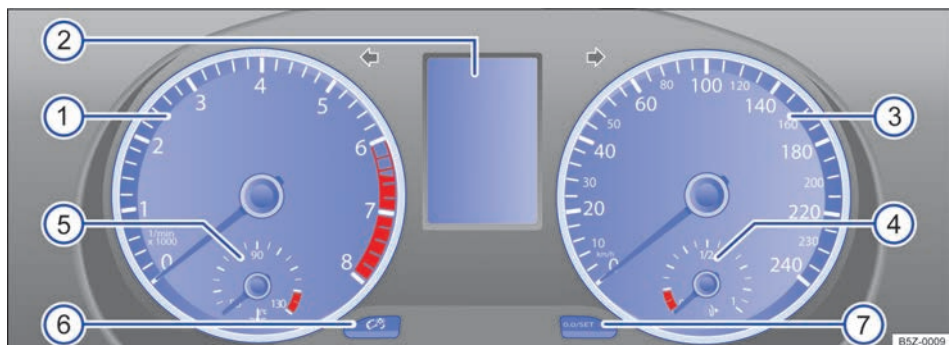

Fig. 11 Instrumento combinado no painel de instrumentos.
Significado dos instrumentos → Fig. 11:
- ② **Indicadores do display** → Página 20.
- ③ **Velocímetro** (medidor de velocidade).
- ④ **Indicador do nível de combustível** → Página 24.
- ⑤ **Indicador de temperatura do líquido de arrefecimento do motor**  → Página 25.
- ⑥ **Botão para regulagem da iluminação do painel de instrumentos**  → Página 81.
- ⑦ **Botão de ajuste do relógio** ou para trocar entre o **indicador da temperatura externa** e o relógio .
- Com a ignição ligada, para ajustar o relógio, se necessário, alterar para o indicador do relógio, pressionar a chave → Fig. 17 ② para cima ou para baixo ou pressionar o botão de ajuste → Fig. 11 ⑦.
- ⑦ **Botão para reinicializar o indicador do intervalo de serviço** → Página 26